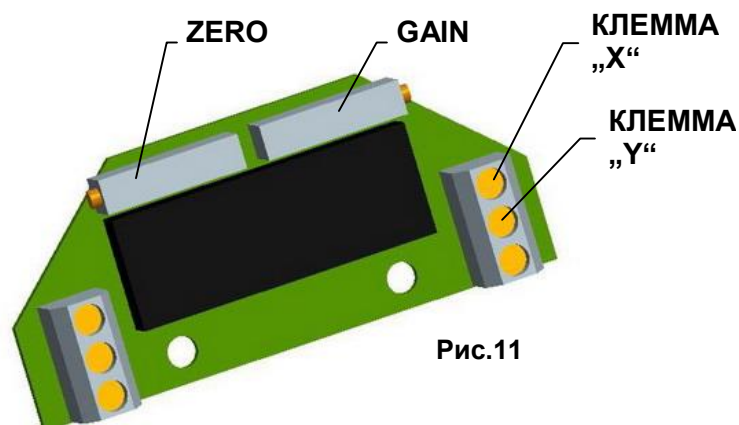

Рис.11
### 4.6.2 EPV - 3-проводниковое включение (рис.11)
- Установте датчик сопротивления на основании инструкции в предыдущей главе так, что величину сопротивления измеряйте на клеммах X-Y (рис.11). (употреблен датчик с сопротивлением 2000Ω или 100Ω).
- Поворачиванием устанавливающего триммера ZERO (рис.11) установите величину выходного сигнала тока, измеряемого на клеммах 81-82, на величину 0 мА или 4 мА.
- Поворачиванием устанавливающего триммера GAIN (рис.11) установите величину выходного сигнала тока, измеряемого на клеммах 81-82, на величину 20 мА или 5 мА.